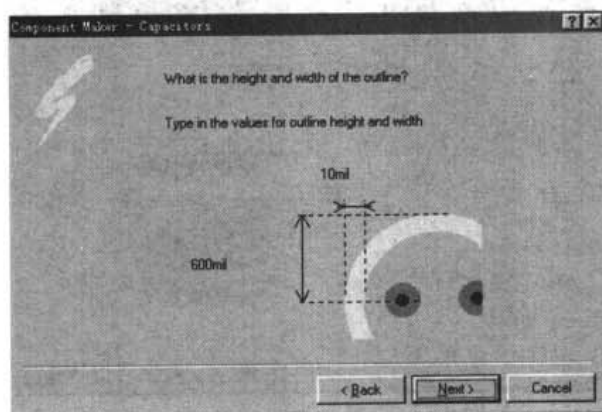

图 17-19 设置电容焊盘和走线间的间距、宽度对话框
(8) 设置完成后, 单击 Next 按钮, 设置焊盘与走线间的间距、线宽, 如图 17-19 所示。